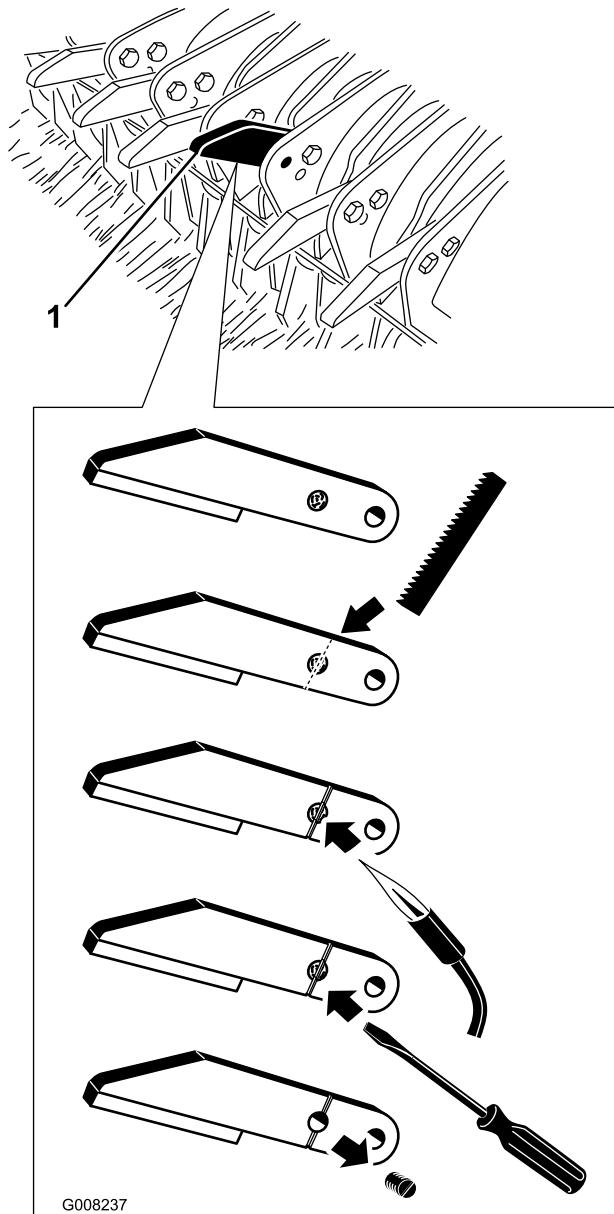

Figure 37
- Enlevez le boulon cisaillé qui fixe la pointe de hachage à la lame (Figure 37). Déposez la pointe de hachage de la lame.
- À l'aide d'une scie à métaux, entaillez l'extrémité cisaillée du boulon et la pointe de hachage (Figure 37).
- Lorsque l'entaille est faite, chauffez le boulon cisaillé au chalumeau pour amollir le frein-filet (Figure 37).
- Lorsque le frein-filer est ramolli, dévissez le boulon cisaillé hors de la pointe de hachage (Figure 37).